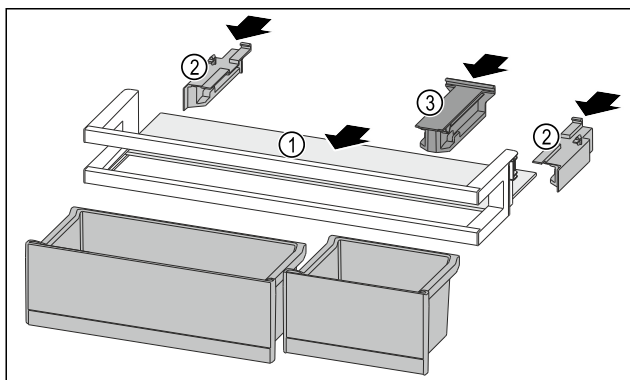

Fig. 95
- Introduzca el estante Fig. 95 (1) en los huecos laterales.
- Inserte las partes laterales Fig. 95 (2).
- Inserte la pieza de retención Fig. 95 (3).